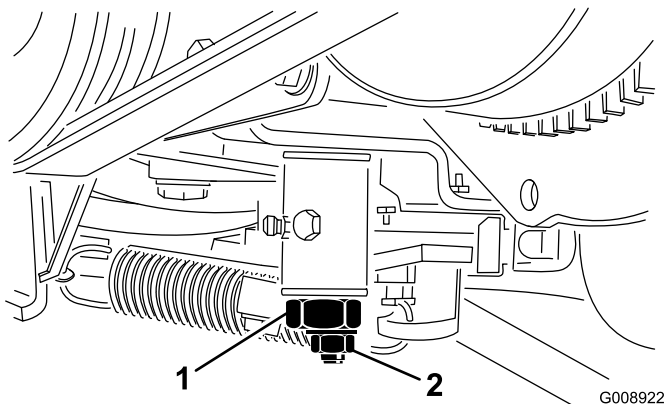

Figure 56
3. Desserrez le contre-écrou de la came de réglage de transmission (Figure 56).